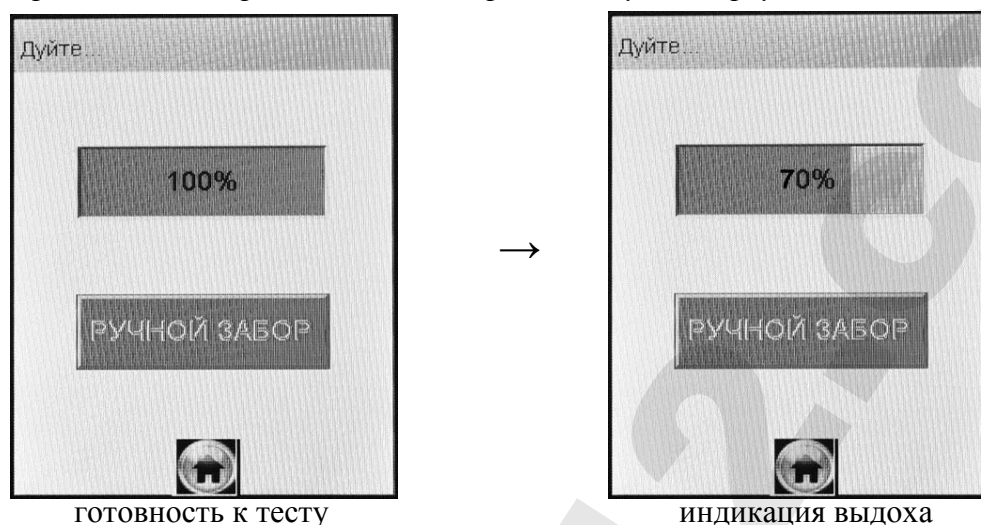

Рисунок 24 – Режим скрининга
2.11.2 Выберите режим скрининга, касаясь стилусом соответствующего пункта-иконки. На сенсорном экране появится сообщение о готовности к тесту (рисунок 24, слева).
2.11.5 Если обследуемый обеспечивает требуемый расход выдыхаемого воздуха, во время выдоха звучит опорный звуковой сигнал, и на индикаторе продолжительности выдоха предъядляется оставшееся время выдоха в процентах (рисунок 24, справа). Выдох целесообразно прекратить по окончании опорного звукового сигнала. Анализатор произведет автоматический отбор пробы выдыхаемого воздуха из мундштука-воронки.